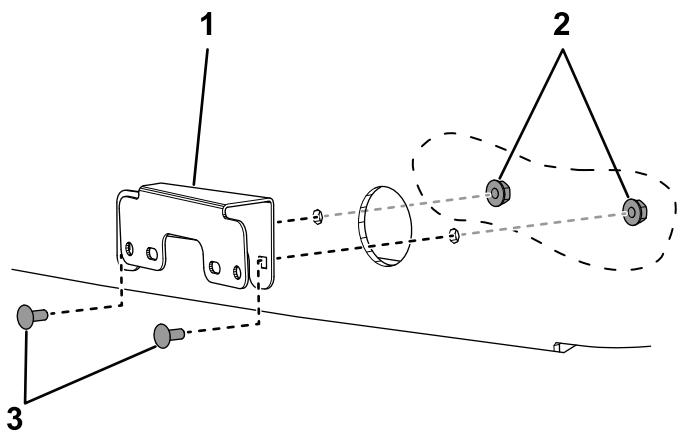

Рисунок 23
- Установите 2 кронштейна указателей поворота на капот с помощью 4 каретных болтов (№ 10 x ½ дюйма) и 4 контргаек (№ 10) (Рисунок 23).